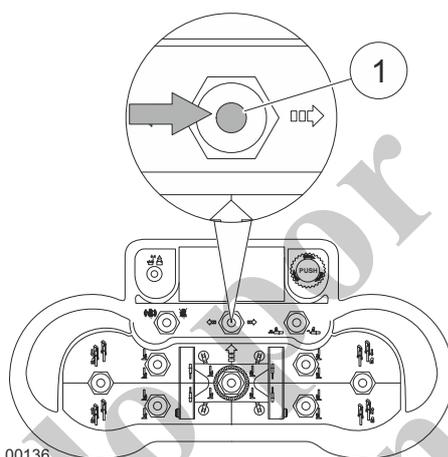

Fig. 157 Telescopización del portador de ruedas de oruga hacia afuera
- 5 Presione hacia la derecha la palanca (1, Fig. 157) del control remoto por radio hasta que el portador de ruedas de oruga derecho quede completamente extendido.